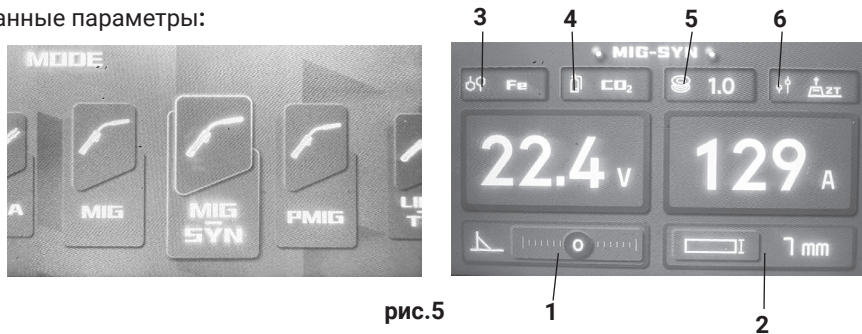

рис.5
\* В нижней части дисплея указывается регулировка значений индуктивности (рис.5 поз.1) и толщина свариваемого материала (рис.5 поз.2)
**Ss** - режим для сваривания нержавеющей стали, **Fe** - режим для сваривания углеродистой стали, **Flux** - режим для использования сварочной проволоки с флюсом без газа (рис.5 поз.3);
**CO2** - использование в качестве защитного газа углекислоты, **Ar+ CO2** - использование в качестве защитного газа смеси углекислоты и аргона (рис.5 поз.4);
**0.6 \_ 0.8 \_ 0.9 \_ 1.0** - диаметр проволоки (рис.5 поз.5);
**2T/4T** - режим двух- и четырехтактного управления сварочным током (рис.5 поз.6).